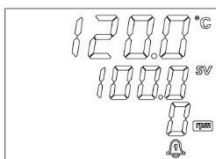

Рисунок 21
- 9.2.1. Признаки: нагрев прекращается, подаётся звуковой сигнал, в нижней части дисплея отображается символ тревоги 1 (Рисунок 21), текущая температура превышает заданную более чем на 20°C.